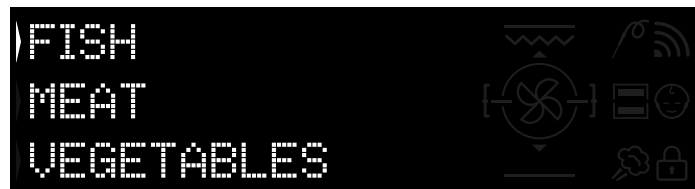

Figura 3
4. Seleccione de las funciones de vapor el ciclo adecuado entre pescado, carne, verduras, pasta y repostería (Figura 3).